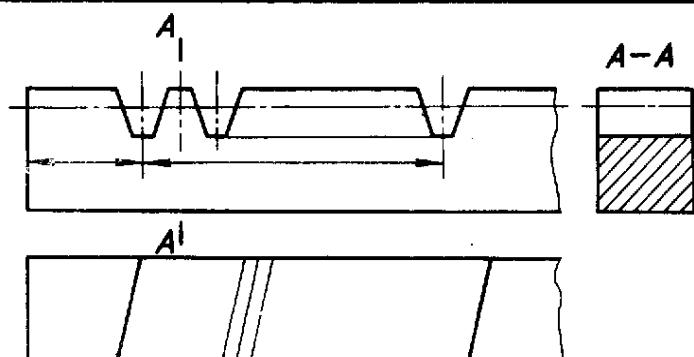

图 4
1.4 如需表明齿形，可在图形中用粗实线画出一个或两个齿；或用适当比例的局部放大图表示（图4~7）。
1.6 如需要注出齿条的长度时，可在画出齿形的图中注出，并在另一视图中用粗实线画出其范围线（图4）。